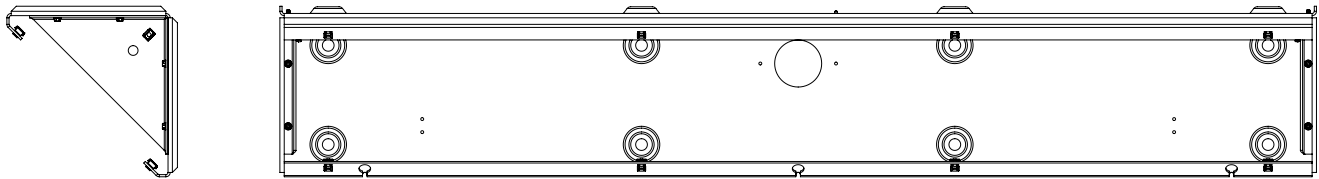

Figure 4.
Étape 5. Soulevez délicatement le luminaire pour le mettre en place contre le mur et le plafond. Il est recommandé de faire l'installation à deux personnes en raison du poids. Assurez-vous que les fentes des charnières sont du côté inférieur du luminaire et que le trou d'accès pour le système électrique se trouve près du joint entre le plafond et le mur, comme le montre l'illustration ci-dessous. (Figure 4)